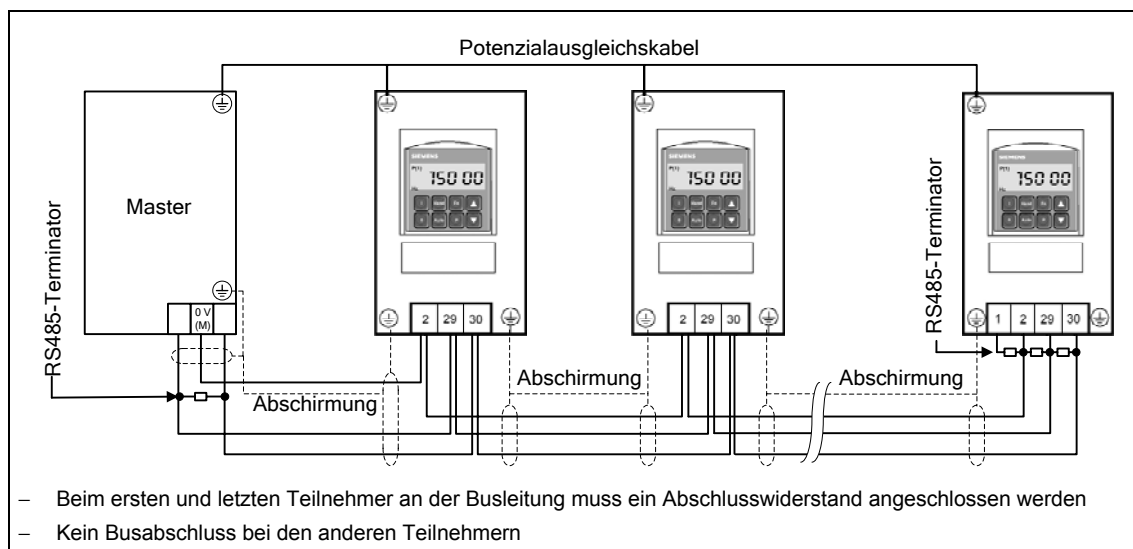
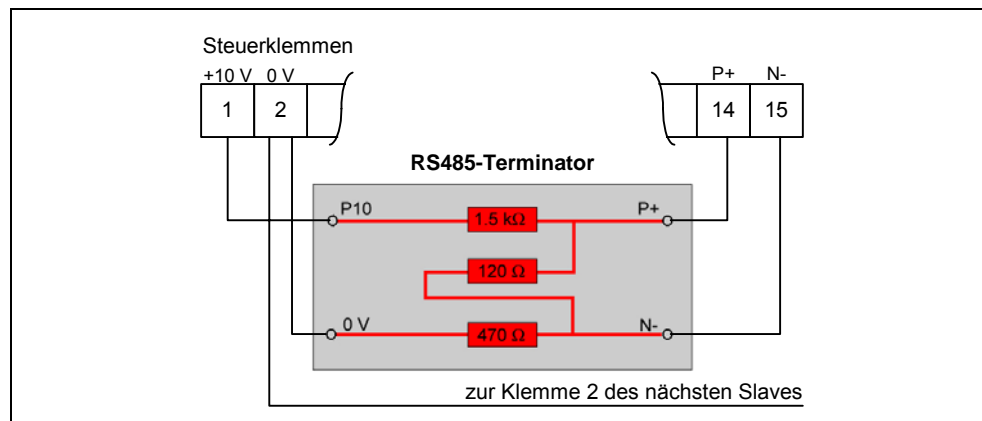

Bild 3-40 Anschluss der USS-Busleitung
Bild 3-41 Anschluss des RS485-Terminators
2. an beiden Bus-Enden einen Abschlusswiderstand zwischen P+ und N- (siehe Bild 3-41)
Ist der Umrichter der letzte Slave auf dem Bus (siehe Bild 3-40), so sind dort P+ und N- des beiliegenden RS485-Terminators mit den RS485-Klemmen (siehe Bild 3-41) zu verbinden. P10 und 0 V können zur Stromversorgung mit Klemme 1 und 2 verbunden werden.